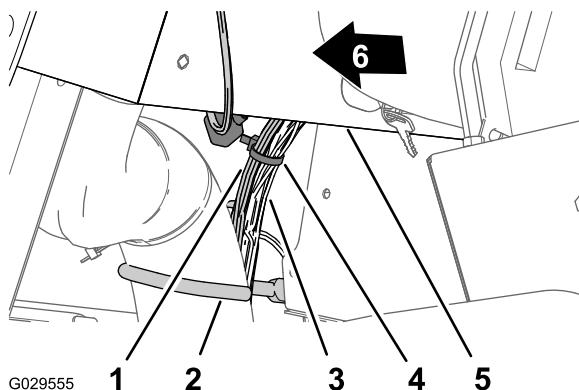

Figura 16
- Accanto al gancio del cavo e del flessibile, fissate la diramazione del cruscotto da 240 cm al cablaggio preassemblato della macchina con una fascetta per cavi (Figura 16).